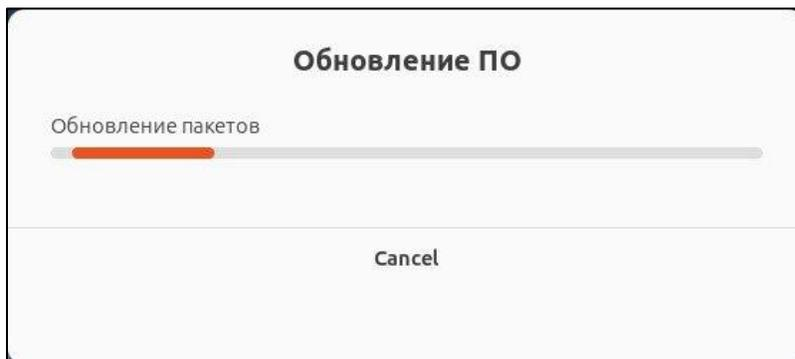

Рисунок 83 – Уведомление о запуске обновления ПО
- 4) Выберите «Обновление ПО» и нажмите «ОК». Отобразится уведомление о запуске обновления (см. Рисунок 83).